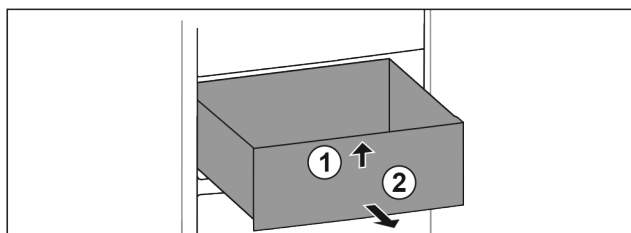

Fig. 65
- Nadzvedněte zásuvku vpředu. Fig. 65 (1)
- Vyměňte zásuvku dopředu. Fig. 65 (2)